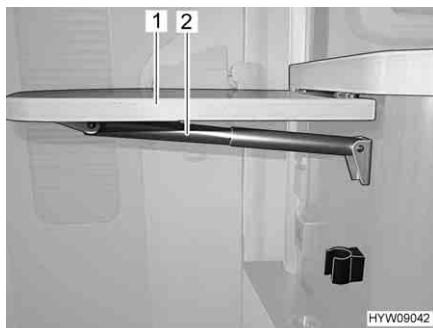

Fig. 54 Tavolo ribaltabile su bancone
- Afferrare in basso il tavolo ribaltabile su bancone (Fig. 54,1) e tirandolo leggermente estrarlo dall'incastro.
- Orientare il piano del tavolo verso l'alto, fino all'aggancio dell'elemento di fissaggio del supporto telescopico (Fig. 54,2). Rilasciare il piano del tavolo.